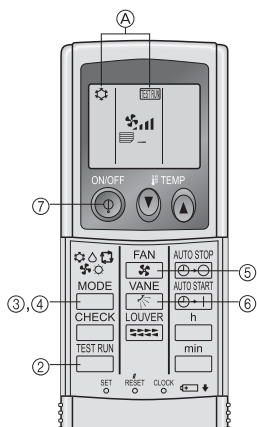

Fig. 7-7
7.2.2. Utilisation de la télécommande sans fil (Fig. 7-7)
- ① Mettre l'appareil sous tension au moins 12 heures avant l'essai de fonctionnement.
- ② Appuyer sur le bouton  deux fois sans le relâcher. (Commencer cette opération alors que l'affichage de la télécommande est éteint.)